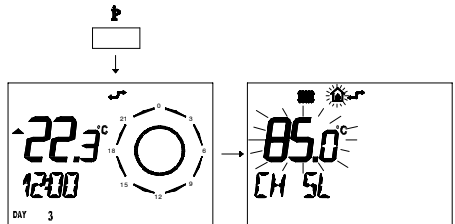

fig. 5.30
- 2 Premere per più di 3 secondi il pulsante p per entrare in modalità *INFO*. (fig. 5.30)